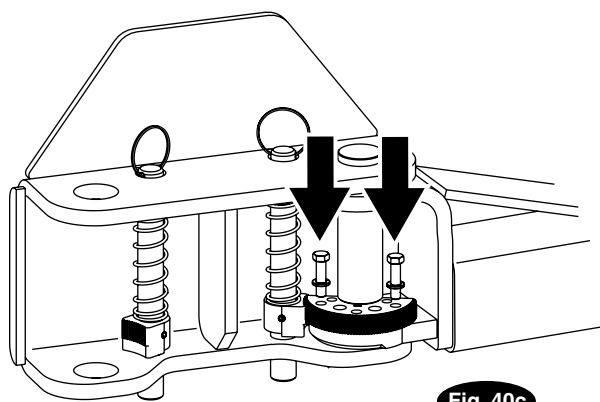

Fig. 40c
Monter ensuite les (2) vis en acier au carbone à tête hex. 3/8"-16NC x 1-1/2" (8 au total pour les 4 bras) et les rondelles freins à goupilles de 3/8" dans la transmission et le bras sans serrer. Voir à cet effet les fig. 40c, fig. 41 et fig. 42.